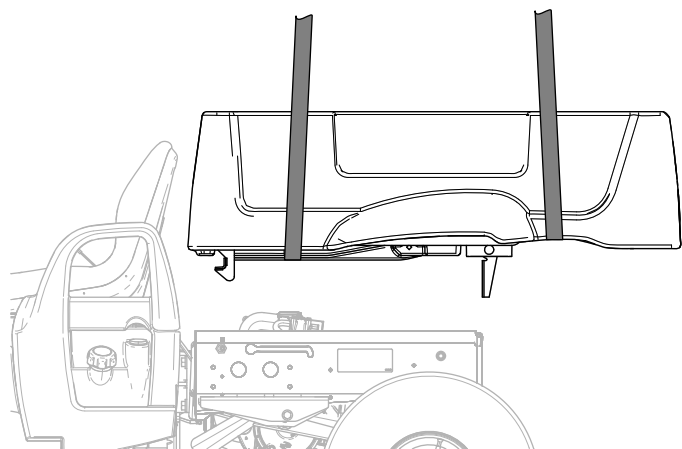

図 6
9. 荷台を車体から浮かせて車体から取り外す図 6。
- 荷台を車体から浮かせて車体から取り外す 図 6。